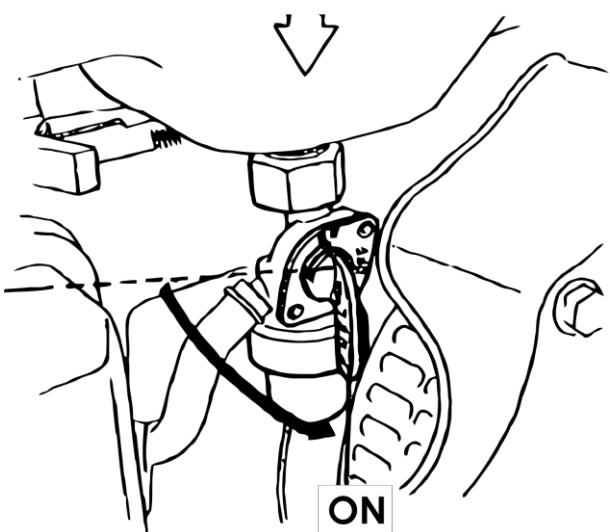

Fig. 2
2. Setați supapa de combustibil în poziția "ON" **Fig. 2.**